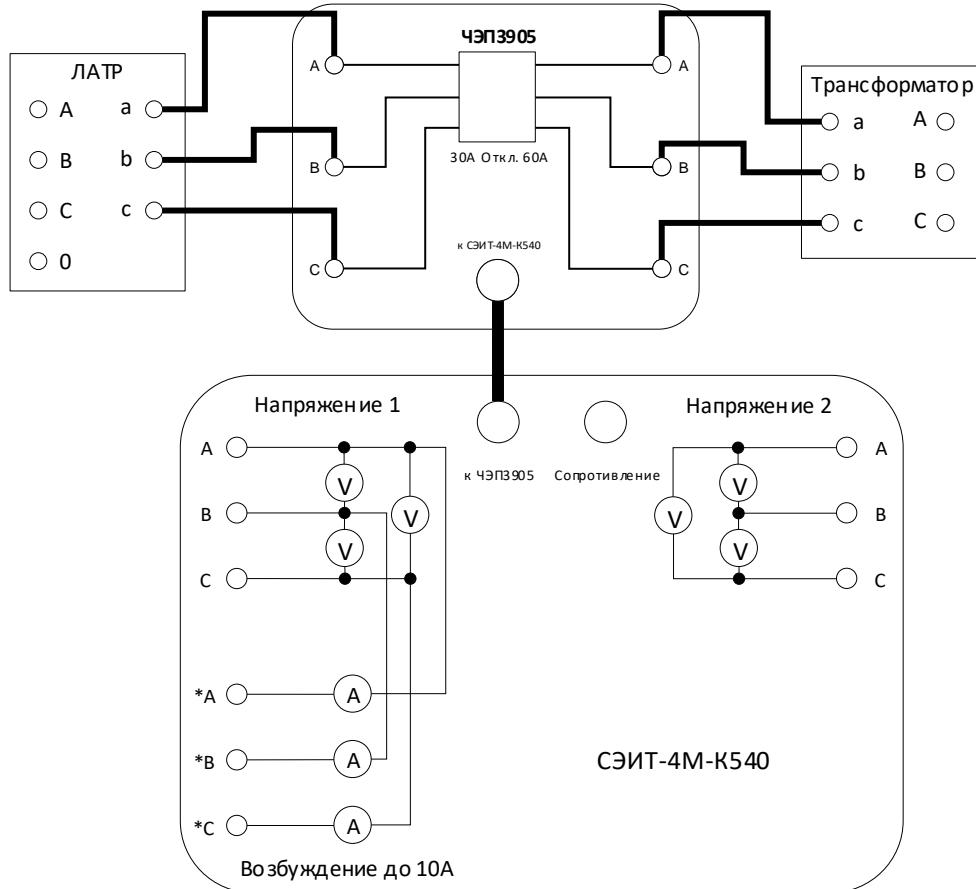

Рис. 11. Схема соединений для опыта холостого хода при номинальном напряжении с использованием БТТ
**5.3.1.2.** При использовании БТТ ЧЭП3905 собирается схема, представленная на рис. 11.